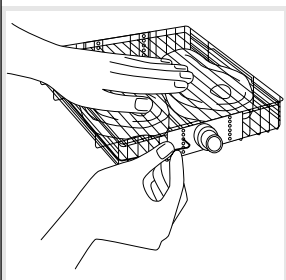

FIGURA 8
*Note que hay varios orificios a elegir para colocar los alimentos. (*Figura 8*)